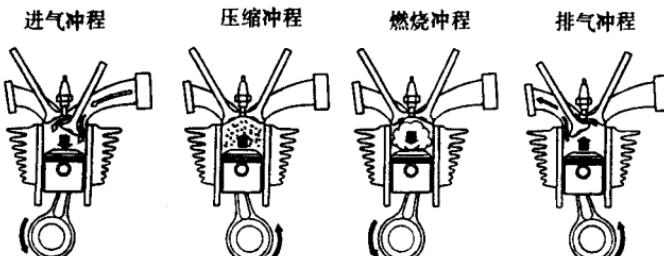

图 1-2 四冲程发动机工作循环
(1) 四冲程汽油机的工作原理 四冲程汽油机的工作循环分为进气、压缩、燃烧作功和排气四个冲程(见图 1-2)。